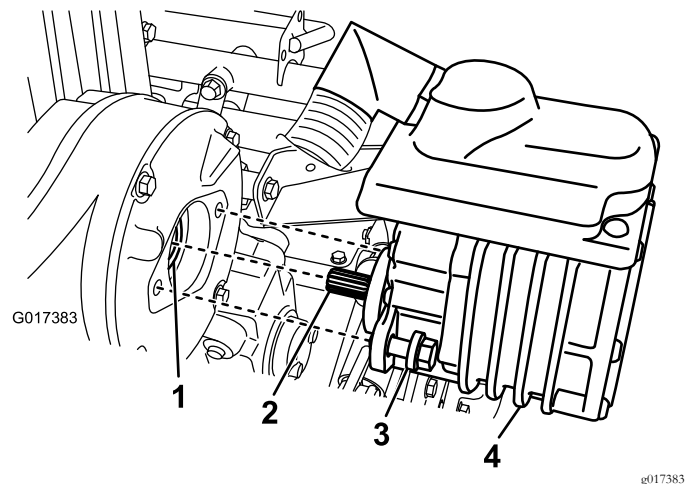

图40
2. 拆下将马达固定到传动装置外壳的 2 颗螺栓图40。
4. 用润滑脂枪向传动装置的凹面泵入一到两次润滑脂(图40)。